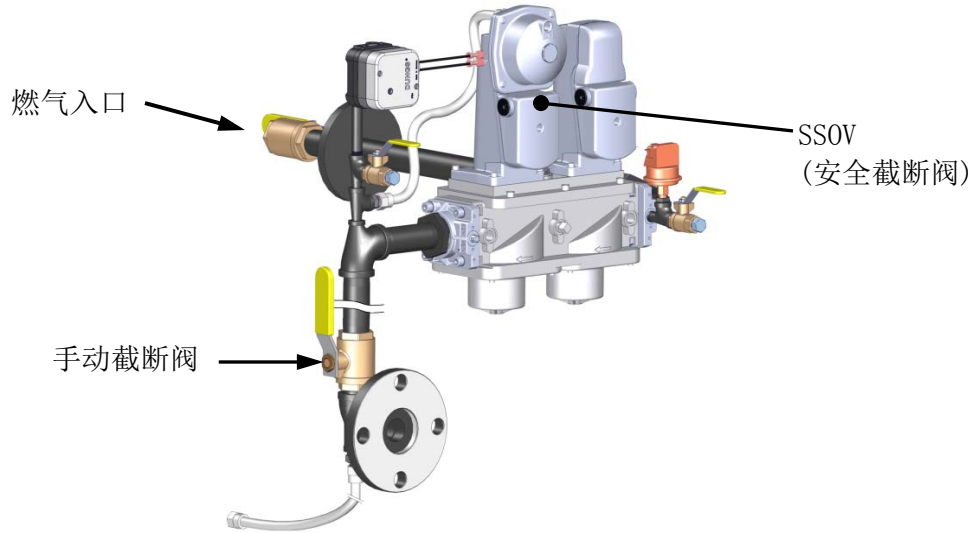

图 3-3.SSOV 位置 (所示为部件号为 22282 的燃气管路)
2. 设备将进行检查，确保下游安全截断阀 (SSOV) 中的关闭确认开关 (POC) 已关闭。请参见图 3-3，了解 SSOV 的位置。